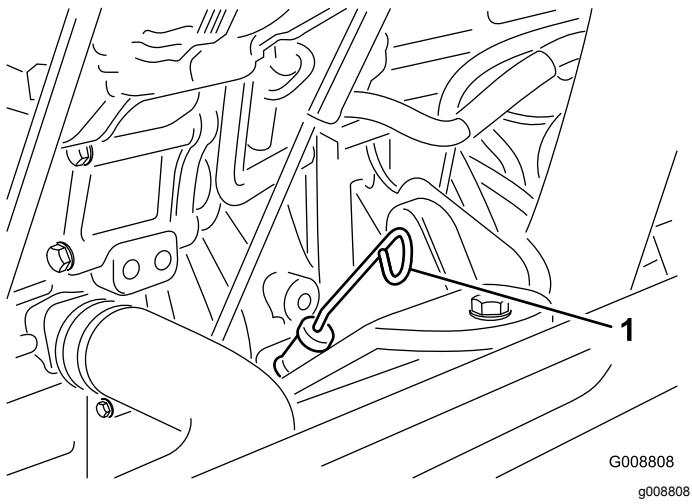

Bild 51
- Der Ölstand sollte im sicheren Bereich liegen (Bild 51).